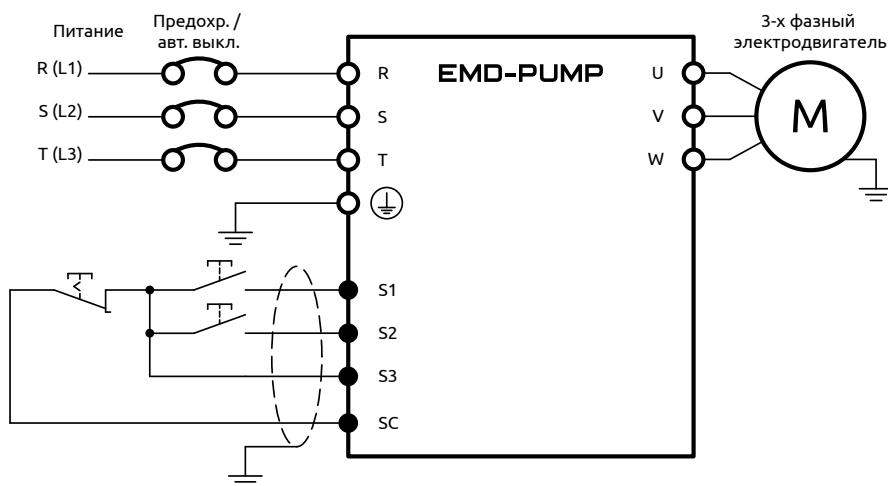

Рисунок 43 – Применение дискретных входов для пуска и останова ПЧ (контакты без фиксации)
2) Трехпроводная схема подключения. Используются контакты без фиксации (см. рисунок 43)